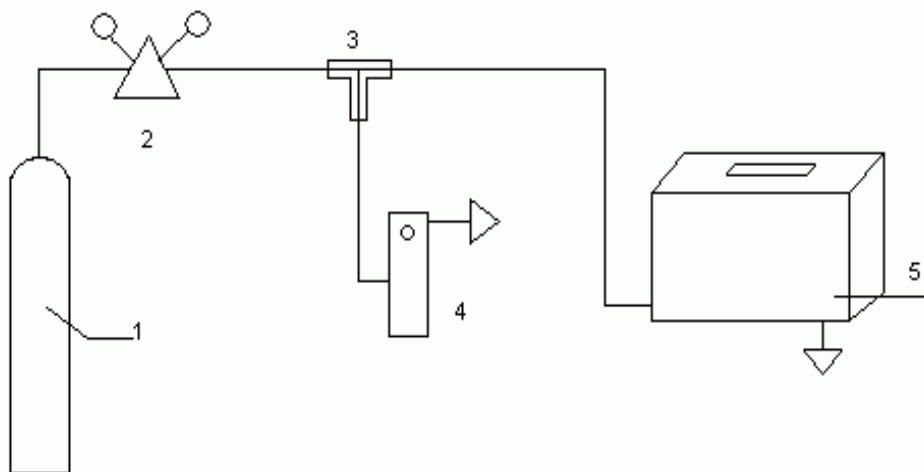
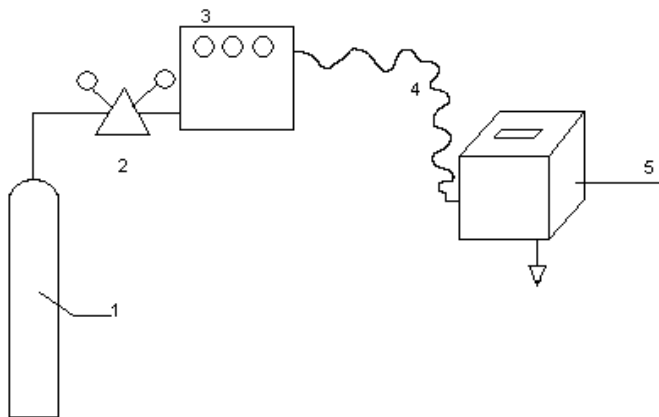

Рис. 1. Схема газовая принципиальная установки для проверки переносных ГС «КОМЕТА-М» серии ИГС-98 от баллонов со сжатыми газовыми смесями ПГС.
Рис. 2. Схема газовая принципиальная установки для проверки ГС «КОМЕТА-М» серии ИГС-98 от генератора газа.
Расположение кнопок на панели управления изображено на рис. 1 и рис. 2. Руководства по эксплуатации (в связи с совершенствованием приборов расположение кнопок может меняться).
3.2.1. Поверку ГС на чувствительность к таким газам, как  $O_2$ ,  $CO$ ,  $CO_2$ ,  $H_2$ ,  $CH_4$ ,  $C_2H_8$ ,  $NO$  производят на установке, представленной на рис. 1, с использованием сжатых аттестованных пневмогазовых смесей (ПГС-ГСО) в баллонах.
После срабатывания звуковой и световой сигнализации, при повышении концентрации выше пороговой, загорается красный светодиод под названием того измеряемого газа на цифровом индикаторе, по которому производится проверка. При снижении концентрации ниже пороговой звуковая сигнализация автоматически не выключается. Это сделано с целью побуждения ответной реакции оператора на аварийные сигналы прибора. Выключение сигнализации производится вручную нажатием кнопки «ВЫКЛ. СИРЕНЬ» на передней панели ГС (см. рис. 1 в РЭ).
динамических установок типа «Микрогаз-Ф». Принцип работы этого генератора газовых смесей основан на введении в газовый тракт генератора источника микропотока (ИМП), представляющего собой фторопластовую ампулу с жидким веществом. Концентрация газа на выходе генератора определяется производительностью вещества за счет диффузии через стенки фторопластовой ампулы (берется из паспорта на ИМП) и расходом газа-разбавителя. Для работы собирают установку по схеме на рис. 2.